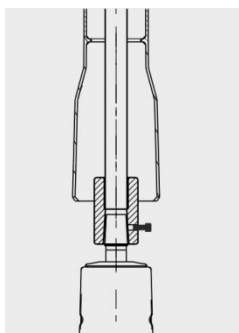

Рис. 2
- c) совместите муфту удлинителя штока со штоком крана под углом 90° (Рис. 2),